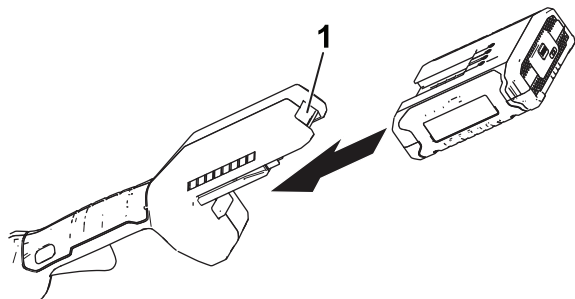

Bild 7
2. Fluchten Sie das Loch im Akkupack mit der Zunge im Holmgehäuse aus (**Bild 7**).
3. Schieben Sie das Akkupack in den Holm, bis das Akkupack einrastet (**Bild 7**).